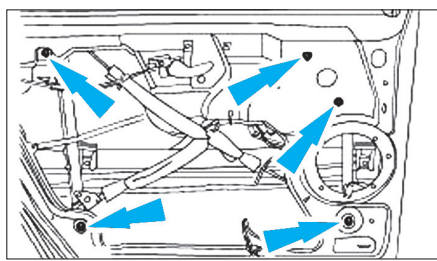

Fig. 55
- Séparer le lève-vitre du panneau de porte (Fig.55).